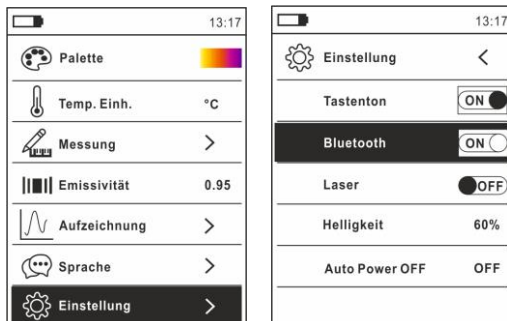

Fig. 47: Aktivierung der Bluetooth Verbindung
1. Drücken Sie die Taste , wählen Sie das Menü "Einstellung" und aktivieren Sie die Bluetooth-Verbindung im Gerät (siehe §4.3) siehe Fig. 47